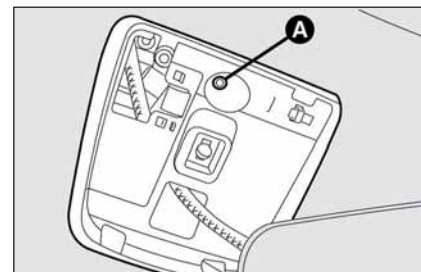

fig. 92
- introdurre la chiave nella sede **A-fig. 92** e ruotarla in senso orario per aprire il tetto; in senso antiorario per chiuderlo.